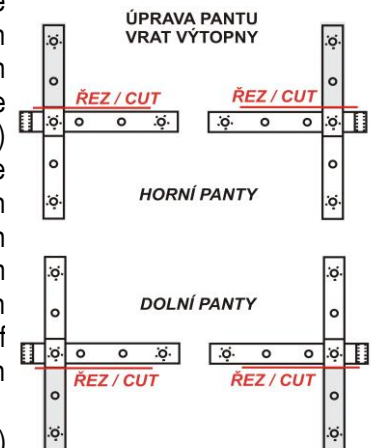

Abb.1
- Kleben Sie die tauben Lotwaagen 2x (53) auf die Giebelwände von dem Stehplatz (Stand) von Lokomotiven auf;
- Kleben Sie aus der Seite der Werkstatt die taube „Halb“lotwaage (54) auf;
- Bei dem Turm vom Wasserwerk kleben Sie auf die herausragenden Pfetten und auf den Binderträger die tauben Lotwaagen 2x (55) auf;
- Um die Aufstellung von Gebäuden kleben Sie den eingefärbten Sockel (58) an;
- Alle Dächer - (59), (60), (61) und (62) aus der Rückseite streichen Sie sie ca. 10-15 mm vom Rand mit der Farbe der Unterverkleidung an, die einzelnen Bretter kann man mit Schreibstift veranschaulichen;
- Kleben Sie die Dächer von Gebäuden allmählich auf - (59) Stehplatz von Lokomotiven, (60) Werkstatt, (61) Wasserwerk und (62) Anbau vom Wasserwerk;
- Kleben Sie den Schornsteinkopf (35) auf den Schornstein vom Wasserwerk auf, neben dem Schornstein kleben Sie den Deckel von der Dachluke (36) auf;
- Kleben Sie auf die Dächer die gefärbten Firstdachsteine (53) und die Regenrinnen (64) auf, zu den es möglich ist, aus dem Draht vom entsprechenden Durchmesser, die Regenfallrohre herzustellen;
- Setzen Sie aus den Teilen 4x (56), 4x (57) die Dachoberlichte zusammen, kleben Sie die herausragenden Enden von den Lotwaagen und Traufschwellen 12x (45) ein, kleben Sie die tauben Lotwaagen 4x (46) auf und passen Sie die Dächer 2x (62) ein und nach der Färbung kleben Sie sie in das Dach vom Stehplatz von Lokomotiven ein;
- Streichen Sie die Fensterbänke 9x (70) an und kleben Sie sie unter die Fenster vom Stehplatz von Lokomotiven aus der Aussenseite auf;
- **Die Zusammenstellung vom Tor vom Bahnbetriebswerk:** Der Teil (71) -Reinigen Sie alle Öffnungen für die Türbänder, in die Mitte vom Tor kleben Sie das ganze Kunststofftürband so ein, dass die Zapfen auf seine Rückseite in die Öffnungen einfallen, die im Tor ausgeschnitten sind. Die Türbänder für den Oberteil vom Tor richten Sie so, dass Sie von ihnen mit dem Skalpell den hinausragenden Oberarm abschneiden, bei den unteren Türbändern scheiden Sie den Unterarm ab (**Abb. 1**). Alle Türbänder kleben Sie mit dem Sekundenkleber in das Tor (71) ein. Bei der Innenseite vom Tor (72) reinigen Sie alle Öffnungen für die Türbänder, passen Sie sie an und kleben Sie sie von der Rückseite auf den Teil (71) auf. Aus der Innenseite kleben Sie dann die Balkenkonstruktion vom Tor (73) auf den Teil mit der Eingangstür und den Teil (74) auf den zweiten Torflügel. Ich empfehle die Kanten vom Tor mit dem Sekundenkleber streichen, leicht in die Ebene einschleifen, anstreichen und in die Türbänder vom Tor vom Bahnbetriebswerk einhängen. Nach Bedarf schleifen Sie das Tor von oben an und eventuell sägen Sie es über den Bahnschienen ab.
- Schneiden Sie die Verstärkungsbrücke im Tor vom Bahnbetriebswerk im Teil (1) durch.